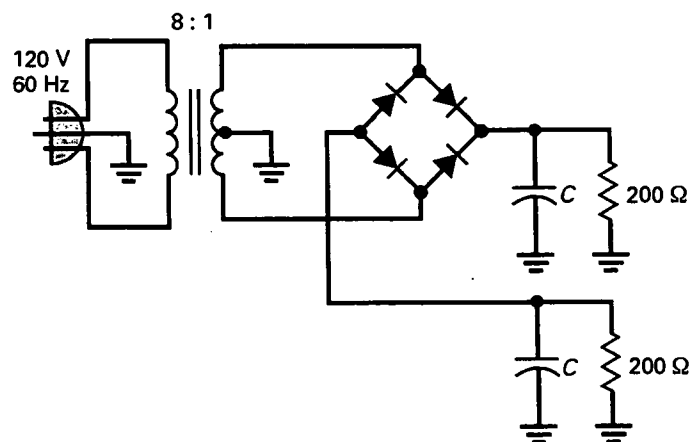

Figura 4-45
- 4-42. La fuente de alimentación de la Figura 4-45 tiene dos tensiones de salida. ¿Cuáles son sus valores aproximados?
- 4-43. Una resistencia inicial de $4,7 \Omega$ se añade a la Figura 4-45. ¿Cuál es el valor máximo posible para la corriente inicial?